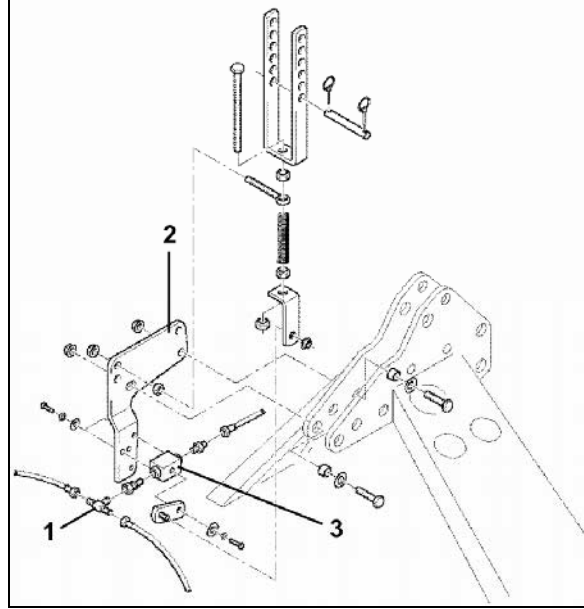

Fig. 45
4. T bağlantı parçasındaki hidrolik hortum (Fig. 45/1) birbirine vidalanmalıdır.
5. Valf taşıyıcısını (Fig. 45/2), zemin işleme makinasının üst direksiyon noktasına vidalayınız.
6. Hidrolik hortumları (Fig. 45/3) valfe vidalayınız, hidrolik hortumun yerini traktöre doğru değiştiriniz ve işleyişi basit bir kontrol valfini bağlayınız.